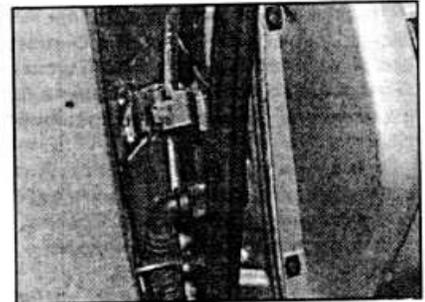

Рис. 11.75. Расположение боковых винтов крепления приборной панели, доступ к которым возможен только после снятия уплотнения двери.
- Снимите уплотнение передних дверей около панели приборов. Отвинтите винты крепления приборной панели (см. рис. 11.75, 11.76).